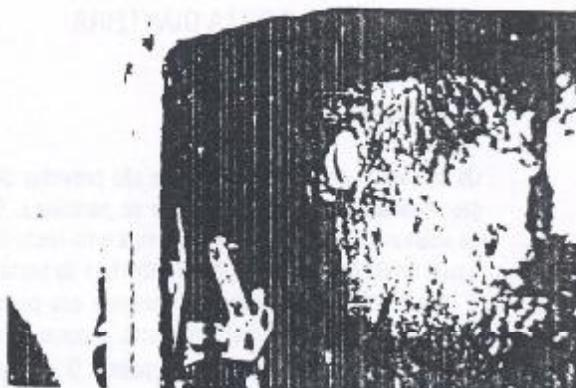

Figura 8.37.5 - Cilindro da fechadura removido
10. Remover a trava traseira da fixação do cilindro e remover o cilindro (Figura 8.37.5).